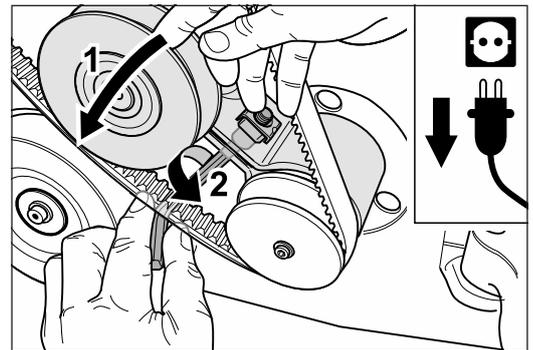

Abb. 72 Zum Spannen des Keilriemens für den Ventilator den Riemenspanner verdrehen (1) und die Klemmschraube anziehen (2).
- 11** Drehen Sie den Riemenspanner nach links und spannen Sie damit den Keilriemen für den Ventilator (Abb. 72, 1). Halten Sie den Keilriemenspanner in seiner Position fest und ziehen Sie gleichzeitig die Klemmschraube am Riemenspanner sorgfältig fest (Abb. 72, 2).